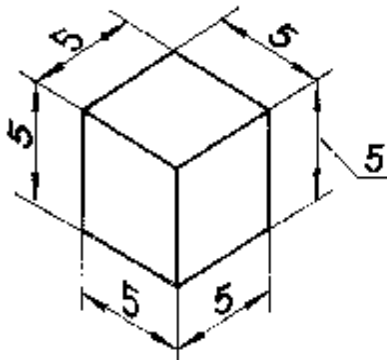

图 15
3.1 轴测图的线性尺寸，一般应沿轴测轴方向标注。尺寸数值为零件的基本尺寸。尺寸数字应按相应的轴测图形标注在尺寸线的上方。尺寸线必须和所标注的线段平行，尺寸界线一般应平行于某一轴测轴。当在图形中出现字头向下时应引出标注，将数字按水平位置注写（图 15~17）。